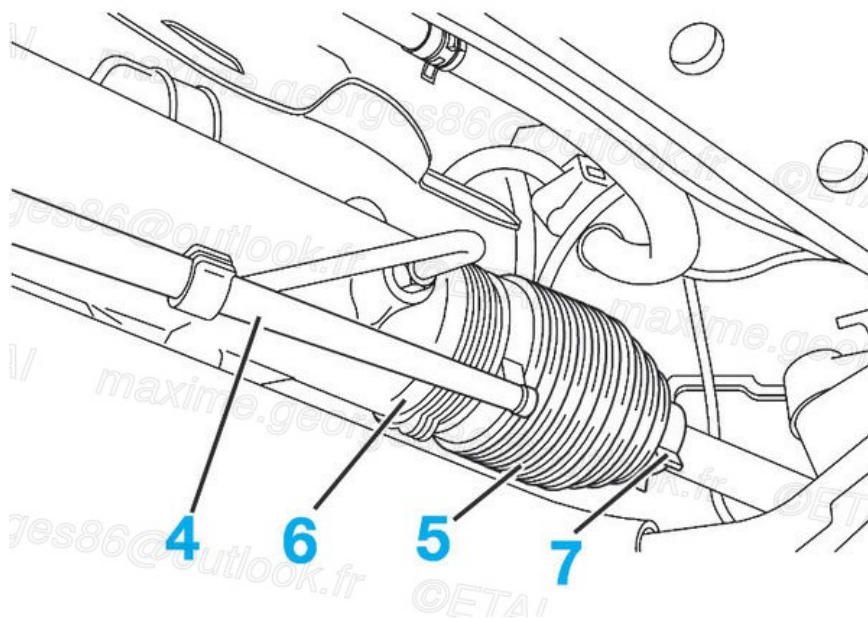

**Fig.8**
- Desserrer le contre-écrou (1) (Fig.8)